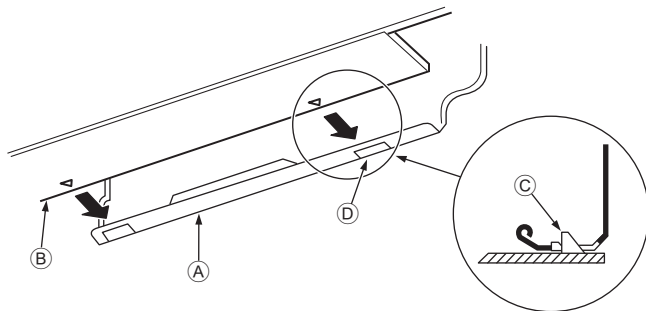

Fig. 3-15
3. Enquanto introduz a tubagem do refrigerante e a mangueira de drenagem no furo da parede (bucha), pendure a parte superior da unidade interior na placa de montagem ①.
5. Fixe empurrando a parte inferior da unidade interior para dentro da placa de montagem ①. (Fig. 3-15)
- * Verifique se os botões da parte inferior da unidade interior estão bem presos à placa de montagem ①.
- ① Placa de montagem
- ② Unidade interior
- ③ Gancho
- ④ furo quadrado